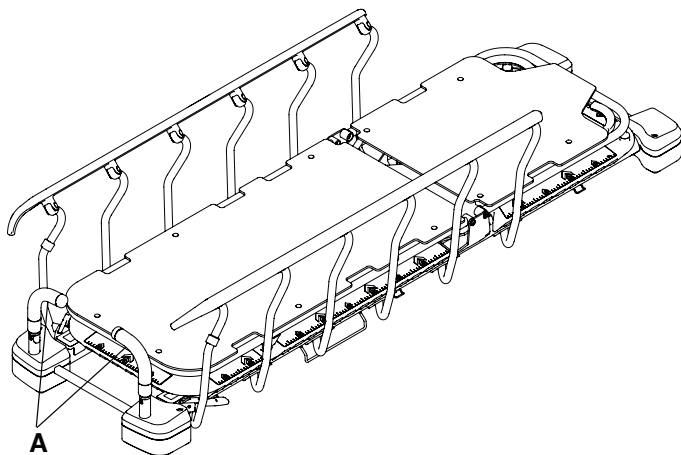

**Рисунок 9 – Изменение положения ручек для толкания ножного конца**
1. Потяните прямо вверх ручки для толкания (A) на ножном конце — по одной за раз (Рисунок 9).
2. Поверните ручки для толкания ножного конца (A) в положение для применения.